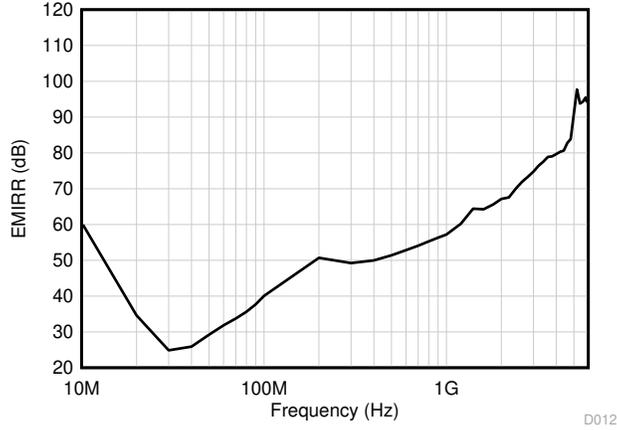

图 6-3. EMIRR 测试
OPAx992 通过集成电磁干扰 (EMI) 滤波降低无线通信设备、混合使用模拟信号链和数字元件的高密度电路板等干扰源产生的 EMI 效应。利用电路设计技术可以提高 EMI 抗扰度；OPAx992 从这些设计改进中受益。德州仪器 (TI) 已经开发出在 10MHz 至 6GHz 扩展宽频谱范围内准确测量和量化运算放大器抗扰度的功能。图 6-3 展示了对 OPAx992 执行此测试的结果。表 6-1 展示了 OPAx992 在实际应用中常见特定频率下的 EMIRR IN+ 值。运算放大器的 EMI 抑制比应用报告包含了与运算放大器相关的 EMIRR 性能主题，该报告可在 [www.ti.com](http://www.ti.com) 上下载。